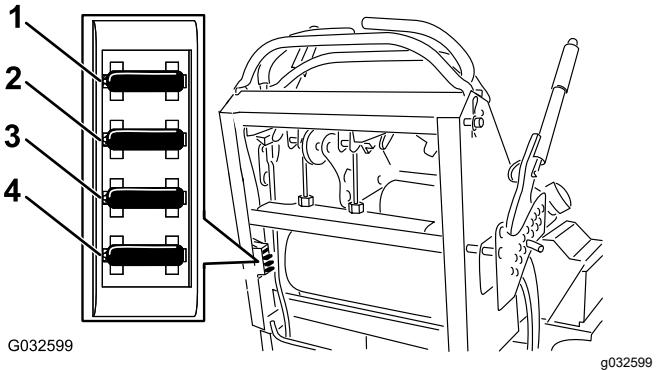

Figura 51
4. Estraete il fusibile e sostituitelo (Figura 51).